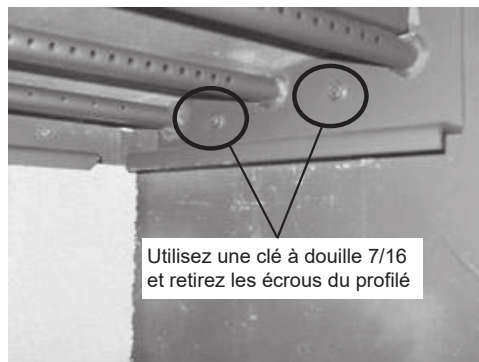

Fig. 25.2
3. Enlevez les 2 écrous du canal situés dans la chambre au moyen d'une clé à douilles de 7/16 po. **Figure 25.2.**